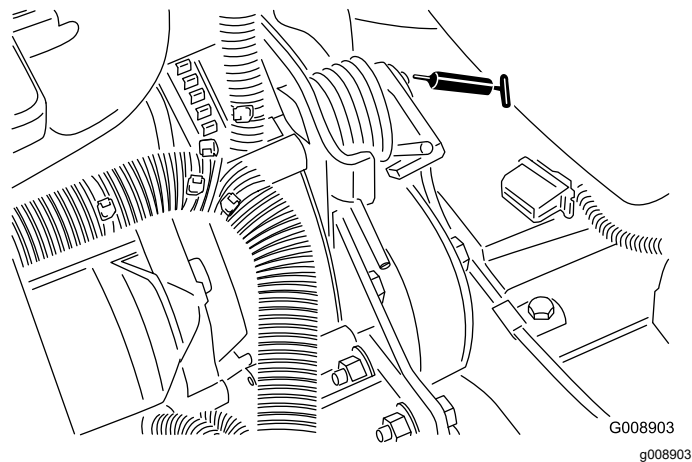

Figure 42
- Pivots de tension de courroie (**Figure 42**)